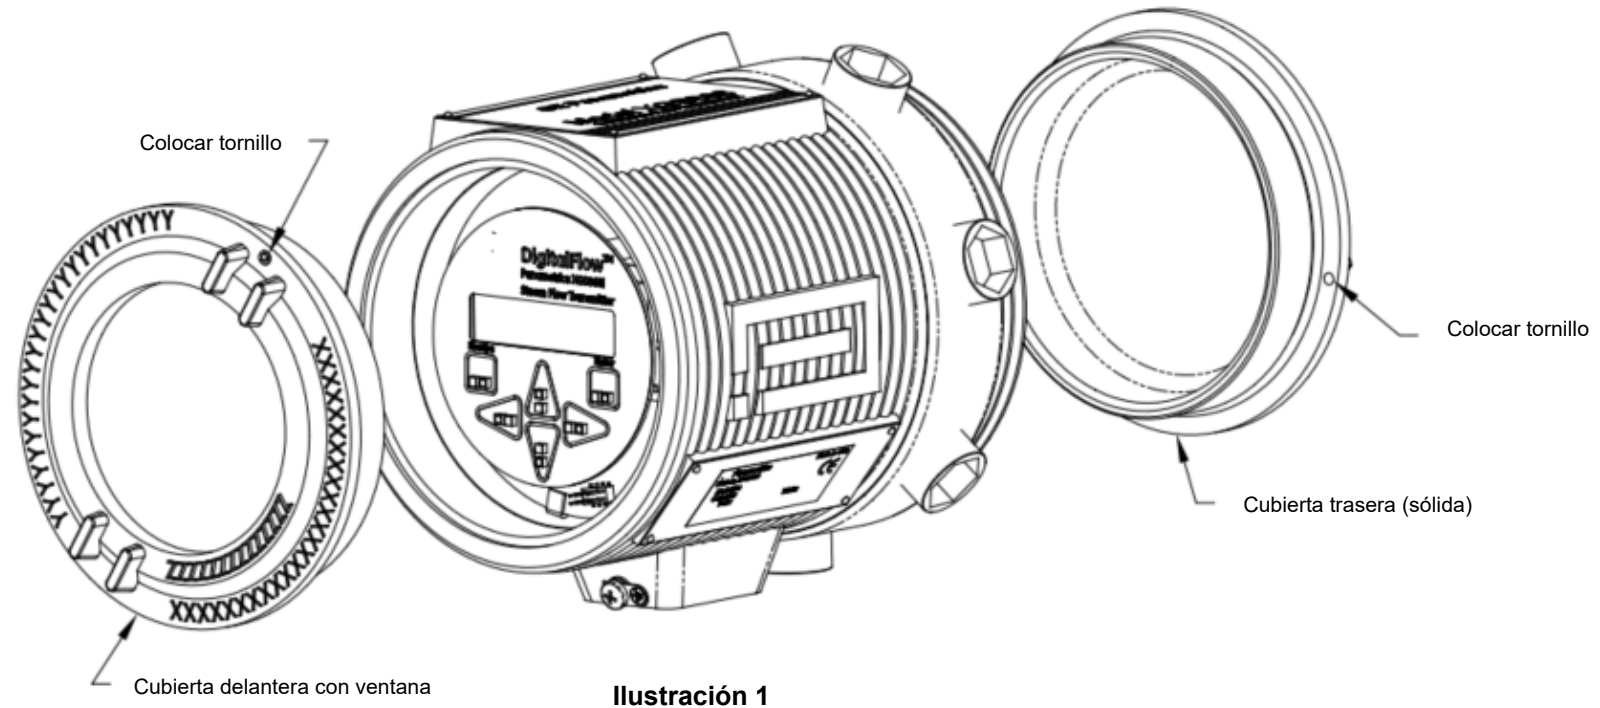

Ilustración 1
5. Instale las cubiertas delantera y trasera en la caja del sistema electrónico y fijelas en su sitio con los tornillos de fijación suministrados (véase *la Ilustración 1*).